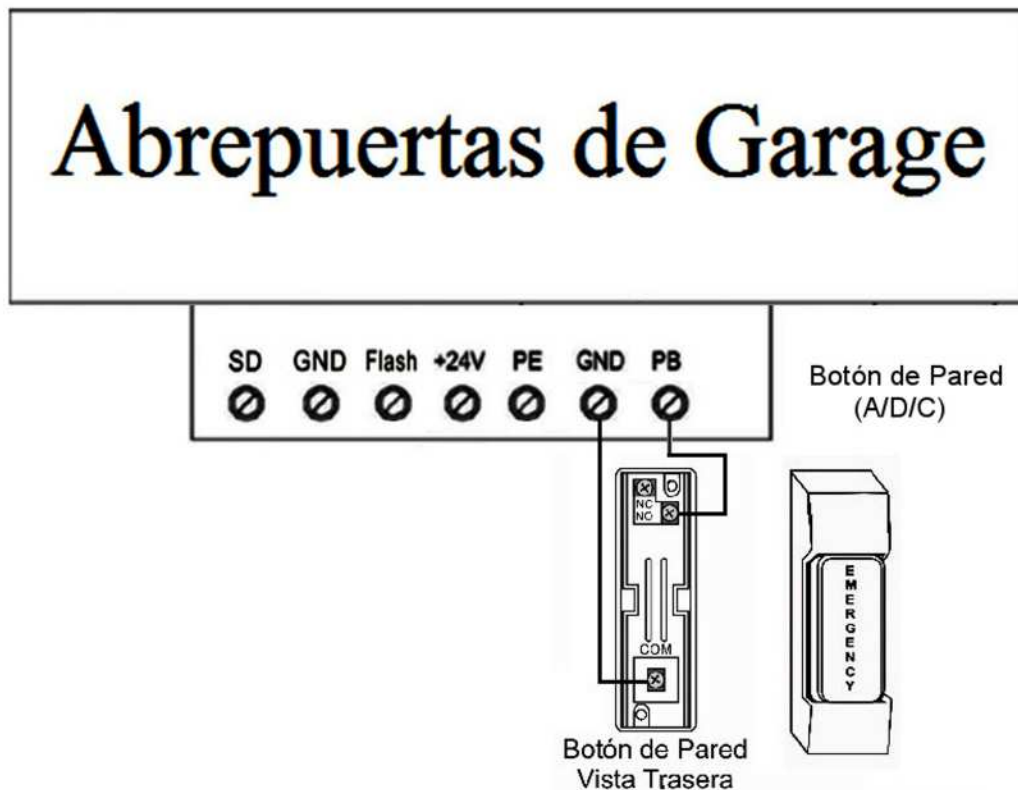

Fig.25
7.1.2. Conexión del Botón de Pared (Opcional).Ver (Fig.25).